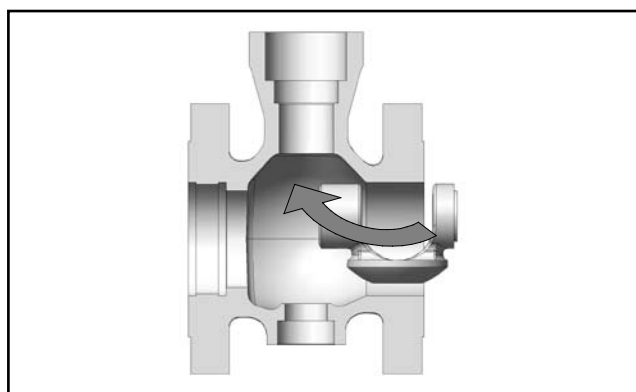

Figura 2b : introduzione otturatore
- 6.5 Inserire l'otturatore nel corpo come indicato alla figura 2b.